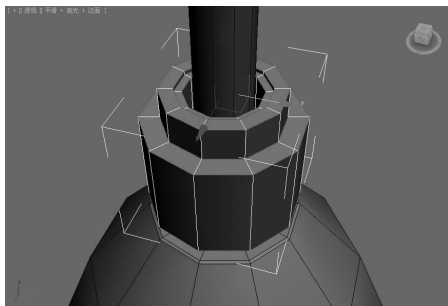

图 5-110 选中第二个圆柱体的边 ▲
(5)选中第二个圆柱体,单击“边”按钮,选中如图 5-110 所示的瓶盖上所有多边形的边。